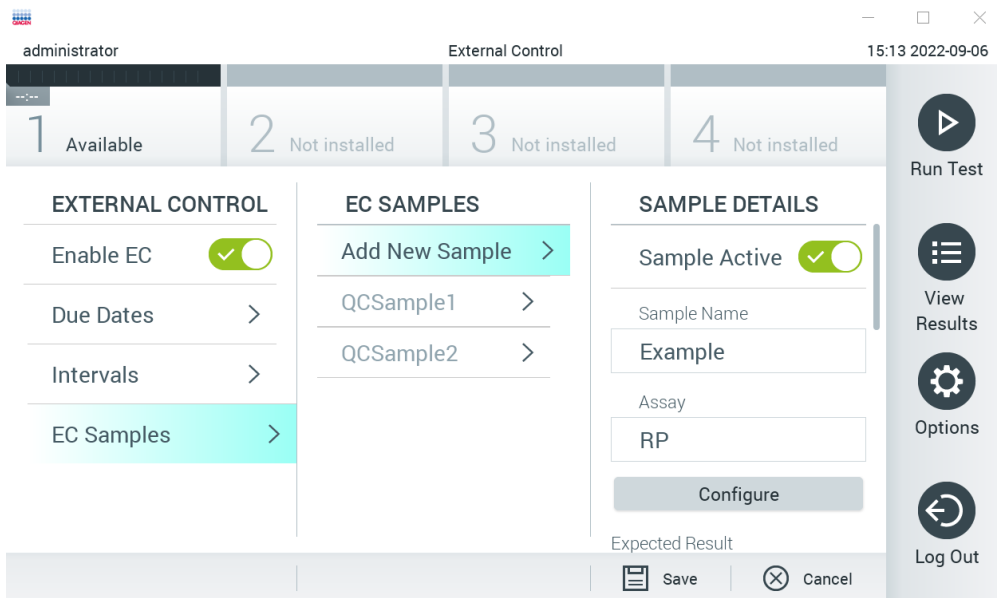
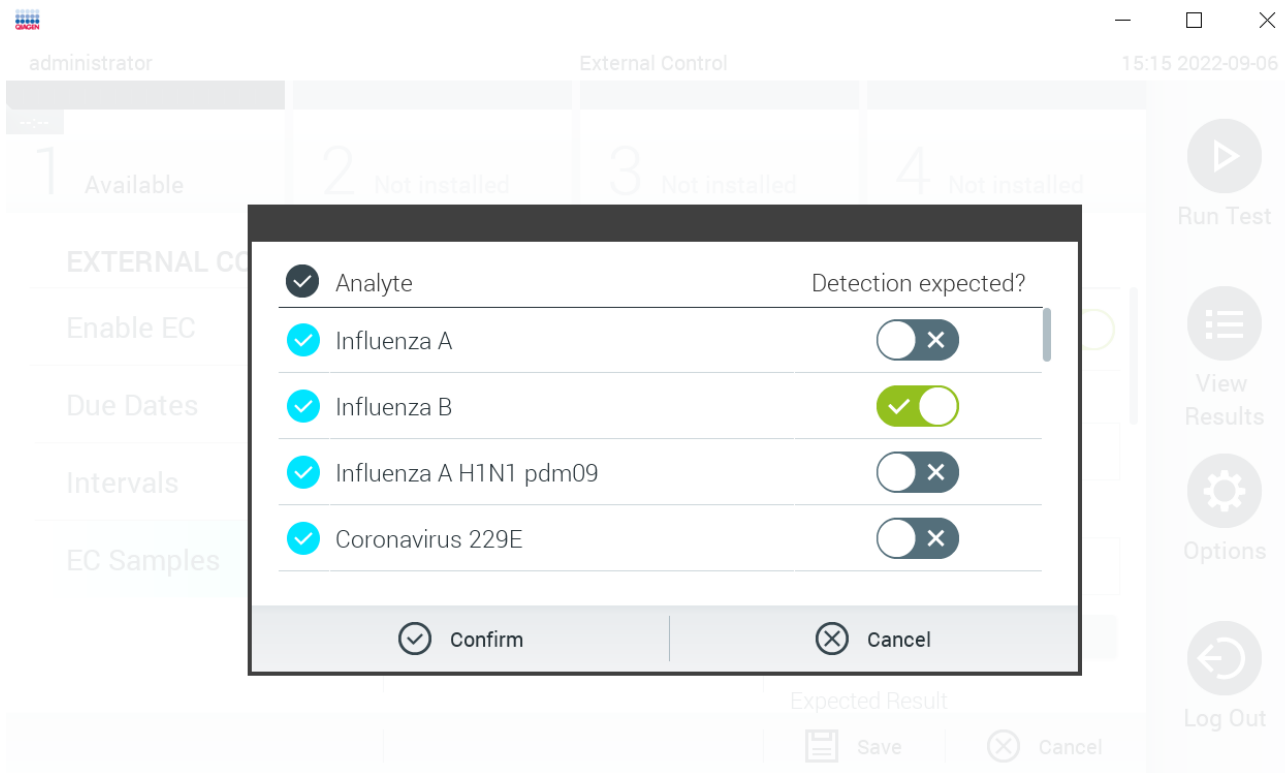

Рис. 53. Екран EC Samples (Зразки ЗК) зовнішнього контролю.
Рис. 54. Экран конфігурації EC Sample (Зразок ЗК) зовнішнього контролю.
5. Натисніть **EC Samples** (Зразки ЗК), щоб додати або змінити зразки, що використовуються в тесті із зовнішнім контролем. Щоб додати зразок ЗК, натисніть **Add new Sample** (Додати новий зразок), після чого виконайте налаштування в правому стовпчику (рис. 53). Щоб редагувати зразок ЗК, виберіть наявний у середньому стовпці та продовжуйте налаштування в правому.
6. Виберіть **Configure** (Налаштувати), щоб редагувати аналіти в тесті External Control (Зовнішній контроль) (рис. 53). У конфігурації EC Sample (Зразок ЗК) зовнішнього контролю можна визначити, чи розглядається аналіт для циклу зовнішнього контролю та чи очікується виявлення (рис. 54).